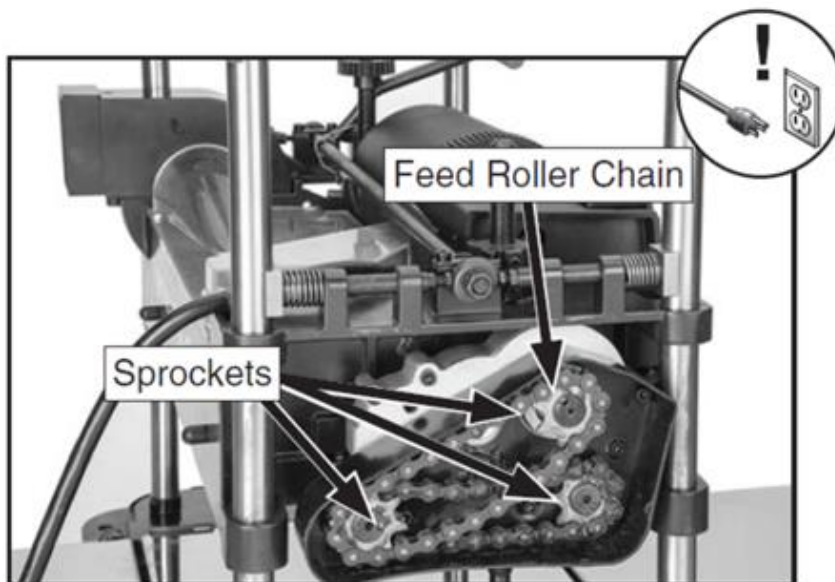

Рисунок 35. Направляющий винт для подъема режущего вала и приводная цепь подающего ролика открыты для смазки.
2. Выверните (4) винта M8-1,25 x 12 из верхней части крышки колонки.
3. Снимите боковую крышку, чтобы обнажить звездочки и цепи (см. рис. 35).